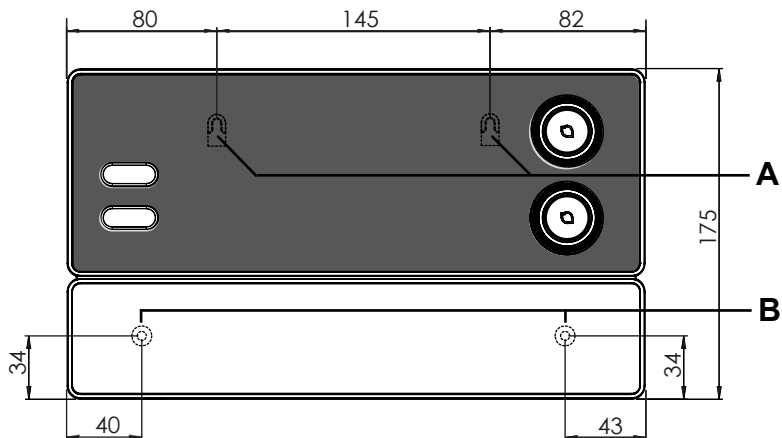

Рис.1 Расположение кронштейнов и крепежных отверстий (размеры в мм)
1. Ввинтите в стенку сауны два винта с крестовым шлицем (16 мм) на высоте ок. 1,70 м до создания зазора в 7 мм. Винты должны быть расположены на расстоянии 145 мм друг от друга (см. **Рис.1**).
3. Подвесьте устройство управления сауной с помощью кронштейна **А** на зафиксированных винтах (см. **Рис.1**).
4. Ввинтите два винта с крестовым шлицем (16 мм) в нижние крепежные отверстия **В** (см. **Рис.1**).